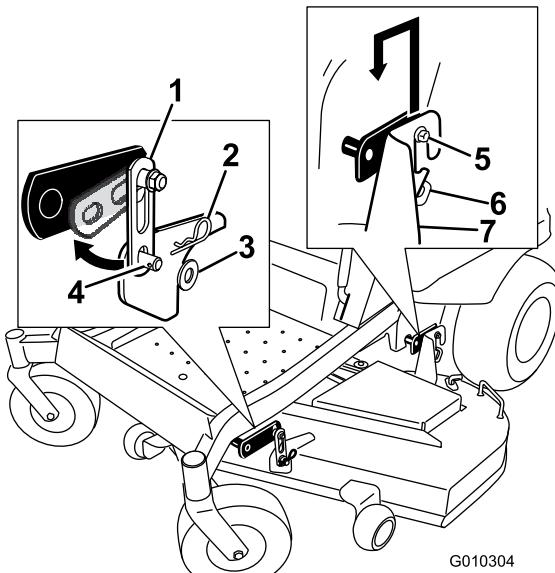

Figura 69
2. Rimuovete la bulloneria dai supporti di sospensione anteriori del piatto di taglio su entrambi i lati del piatto (Figura 69).
- Sollevate con cautela il piatto di taglio sganciandolo dai bulloni di sospensione posteriori e abbassate la parte anteriore del piatto fino al suolo (Figura 69).
- Alzate la parte posteriore del piatto di taglio e guidate le staffe di sospensione sui bulloni di sospensione posteriori (Figura 69).